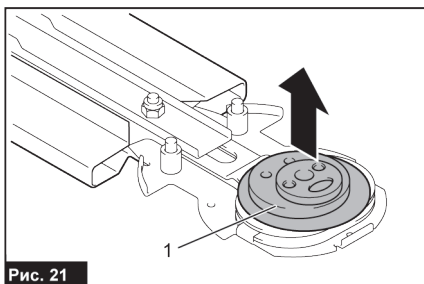

Рис. 21
5. Снимите кривошип с режущих ножей (рис. 21).